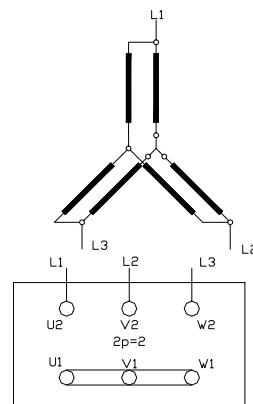

Rys.17 Schemat podłączenia silnika a) o napięciu zasilania 230/400 V b) o napięciu zasilania 400/690 V
**Przed przystąpieniem do podłączenia zasilania należy sprawdzić zgodność niżej zamieszczonych schematów (rys.17, 18) z danymi zawartymi na tabliczce znamionowej silnika oraz w DTR silnika.**